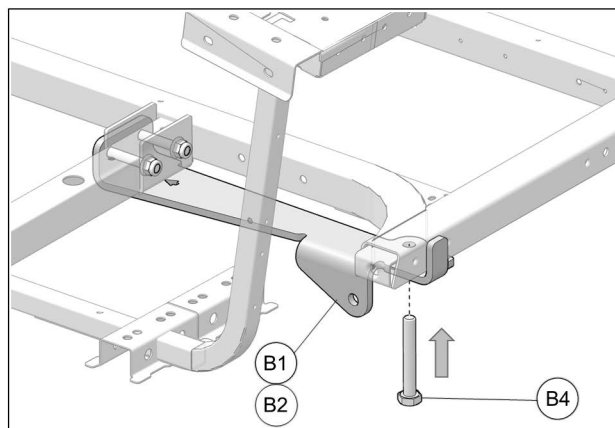

Fig. 10
8. Insérer, par le dessous, le boulon M10x70mm (**B4**) dans le trou de la plaque et à travers le trou du châssis déjà existant. Voir la Fig. 10